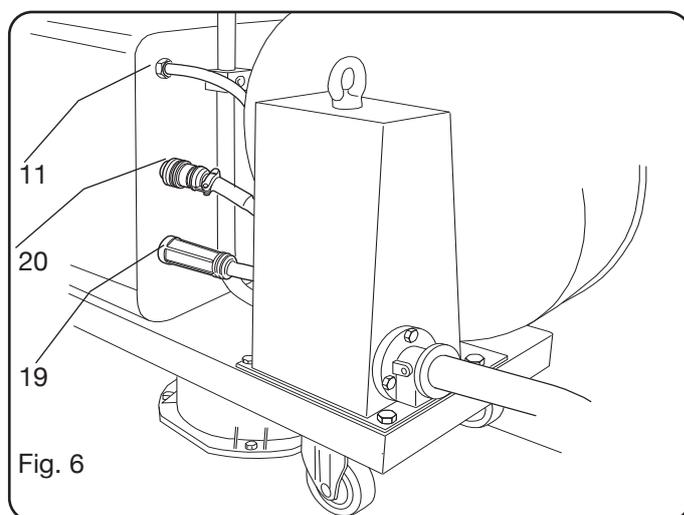

Fig. 6
- Anslut den andra änden av anslutningen **BA** till trådmataren såsom visas i Fig. 6.